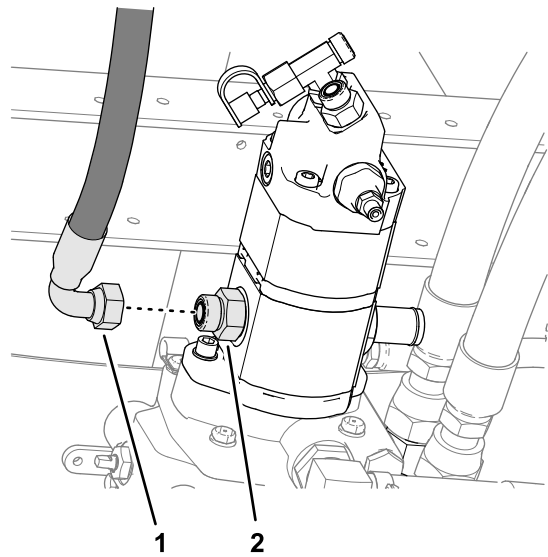

Figure 110
5. Branchez le flexible de pression du moteur de la pompe de pulvérisation au raccord droit, et serrez le raccord (Figure 110).